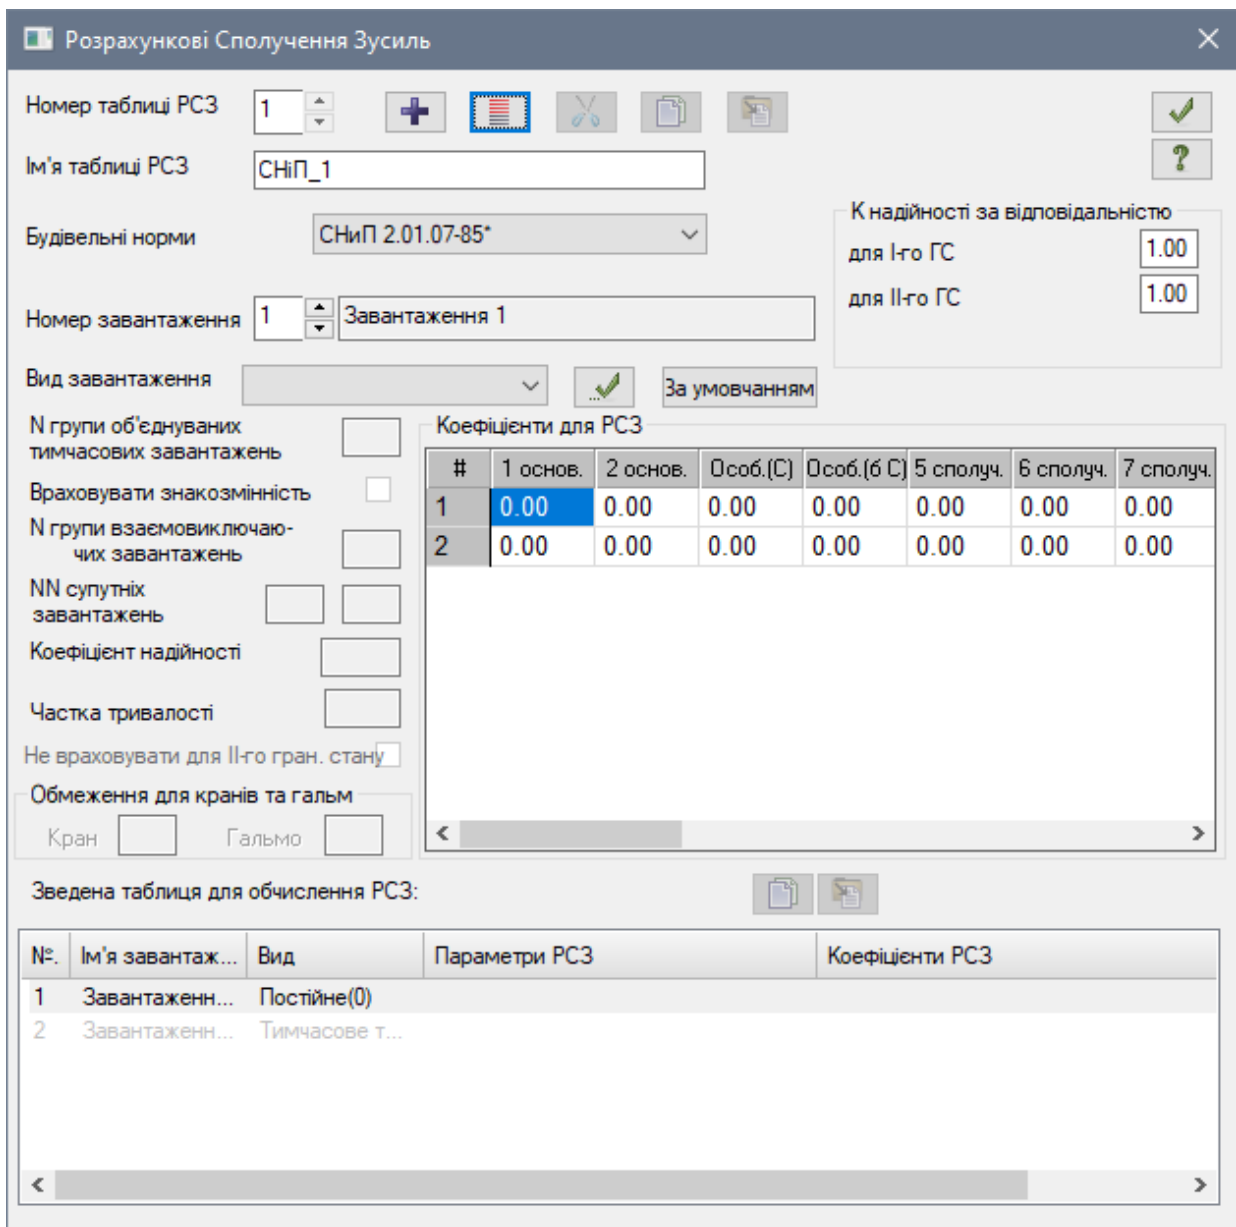

Рис. 6.17. Діалогове вікно Розрахункові сполучення зусиль
- Натиснувши на кнопку  – **Таблиця РСЗ** (панель **РСЗ** на вкладці **Розрахунок**) відкрийте діалогове вікно **Розрахункові сполучення зусиль** (рис. 6.17).